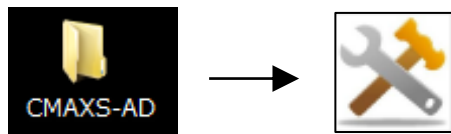

図 3-1 CMAXS-AD Planned Maintenance System [SBS] アイコン
- (1) デスクトップ上で, "CMAXS-AD Planned Maintenance System [SBS]" アイコン(図 3-1)をダブルクリックしてください。